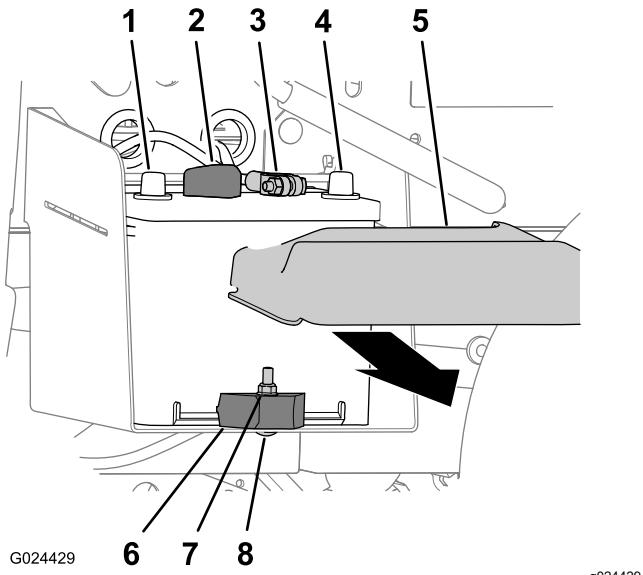

Bild 49
1. Drücken Sie die Seiten der Batterieabdeckung zusammen und nehmen Sie die Abdeckung von der Batterieoberseite ab (Bild 49).
2. Trennen Sie das Minuskabel der Batterie vom Batteriepol ab (Bild 49).
3. Trennen Sie das Pluskabel der Batterie vom Batteriepol ab (Bild 49).
denen die Batterie am Batteriefach befestigt ist (Bild 49).
3. Nehmen Sie die Batterie aus dem Batteriefach (Bild 49).
1. Fluchten Sie die Batterie mit dem Batteriefach der Maschine aus (Bild 49).
- Hinweis:** Stellen Sie sicher, dass die Plus- und Minuspole der Batterie so ausgefluchtet sind, wie in Bild 49 abgebildet.
2. Befestigen Sie die Batterie mit der Batterieklemme, der Schlossschraube und Sicherungsmutter am Batteriefach (Bild 49).
1. Schließen Sie das Pluskabel am Batteriepol an (Bild 49).
2. Schließen Sie das Minuskabel am Batteriepol an (Bild 49).
3. Setzen Sie die Batterieabdeckung oben an der Batterie auf (Bild 49).